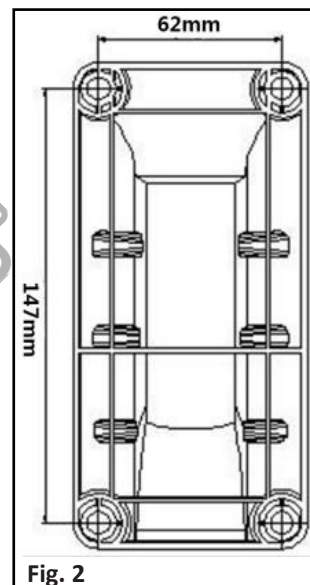

Fig. 2
3. Prendere la staffa di montaggio come modello per segnare la posizione delle viti e praticare quattro fori sulla parete (Fig. 2).